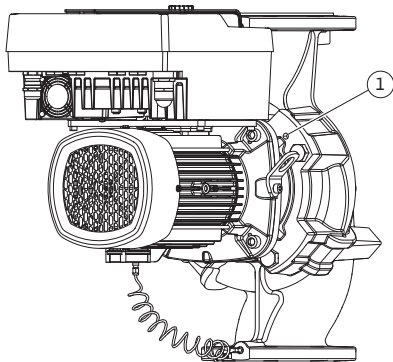

Fig. 10: Moottori-juoksupyöräyksikön painaminen ulos kierrereikien kautta
5. Paina moottori-juoksupyöräyksikkö (katso Fig. 4) ulos pumpun pesästä. Pumpputyypistä riippuen (katso Fig. I...Fig. IV) on olemassa kaksi eri tapaa. Pumpputyypissä (Fig. III ja Fig. IV) avataan ruuvit (pos. 29). Käytä niiden vieressä olevia kahta kierrereikää (Fig. 10, pos. 1) ja sopivia, asiakkaan hankkimia ruuveja (esim. M10 x 25 mm). Käytä pumpputyypissä (Fig. I ja Fig. II) kahta kierrereikää M10 (Fig. 104). Käytä niihin sopivia ja asiakkaan hankkimia ruuveja (esim. M10 x 20 mm). Irti painamiseen voidaan käyttää myös uria (Fig. 104, pos. 2).